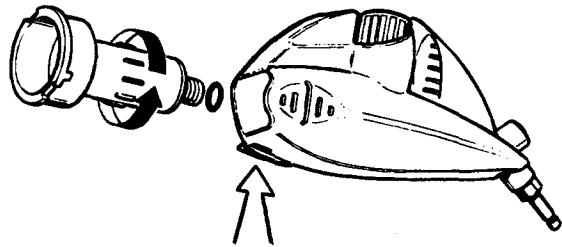

Fig. 3
1. Appuyer sur la languette de déclenchement (indiquée par une flèche à la Fig 3) afin de dégager le filtre.